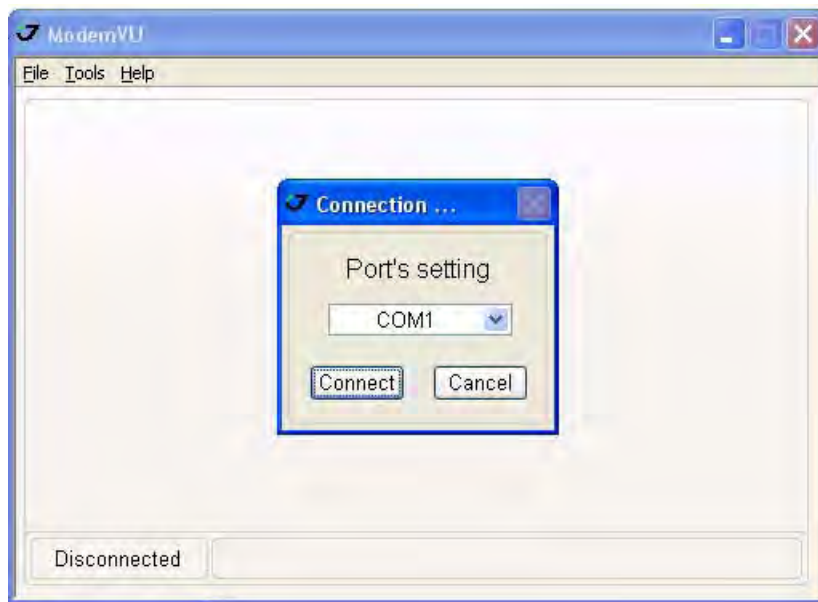

Рисунок 3-2. Соединение с ModemVU
5. Выберите нужный последовательный порт (COM-порт) компьютера, к которому подключен приемник, для установления связи с ПК и нажмите кнопку *Connect* (Рис. 3-2).